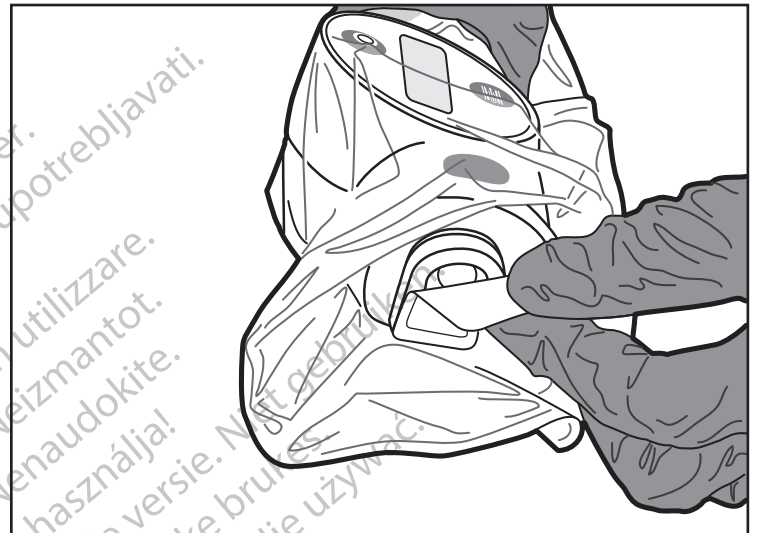

Figura 9. Remoção do autocolante
- Quando estiver preparado para inserir o cateter compatível com a Unidade de Acionamento do Motor MDU5 PLUS, retire o autocolante da placa dianteira e elimine-o adequadamente (Figura 9).